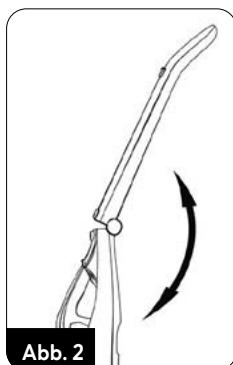

Abb. 2
- Die Griffleinheit (2) auseinanderziehen und in ausgezogener Form blockieren (Abb. 2). Der Griff lässt sich durch die Betätigung des Knopfs (3) wieder zusammenschieben.